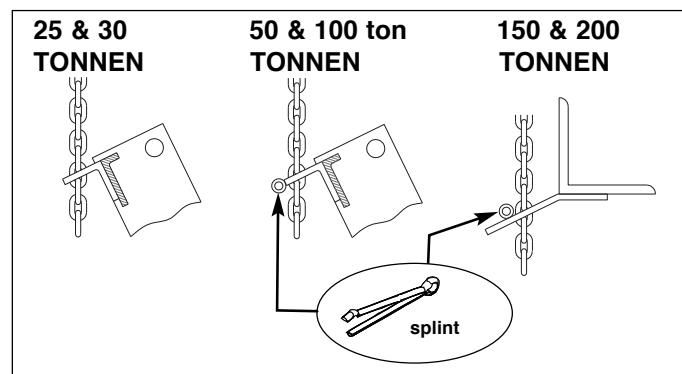

Abb. 1, Kette und Hebehaken.
- Um den Presskolben vollständig auszufahren, Hydra-Lift® oder Handpumpen-Löseventil (I) öffnen.
- Hebekette (J) in den Hebehaken am Pressentisch einhängen (siehe Abb.1). Splint einbauen (nur 50-, 100-, 150- und 200-Tonnen-Modelle).